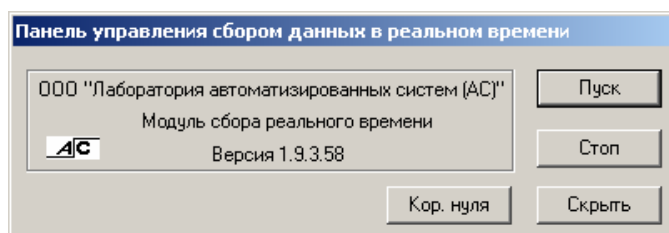

Рисунок 18
2.3. Если на первой закладке сценария режим "Автоматический запуск" выбран не был, для начала измерений необходимо кнопкой  панели задач Windows вызвать "Панель управления сбором данных" и нажать кнопку "Пуск" (см. Рисунок 18).